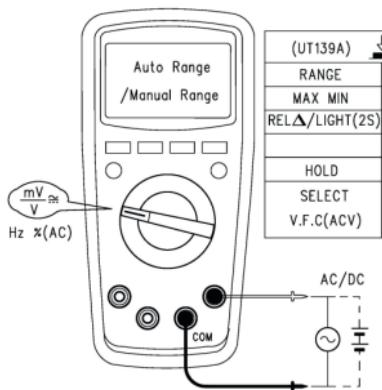

Fig. 2
1. Inserire il cavo di misura rosso nella boccola VΩ e il cavo di misura nero nella boccola COM. Orientarsi ruotando Fig. 2.
3. Collegare entrambe le puntali di misura all'oggetto da misurare. Se la tensione di ingresso (CC) è negativa, davanti al valore misurato compare un meno.